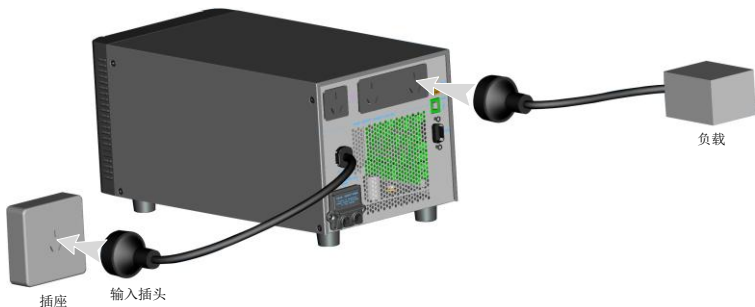

图2-1 输入电缆、负载连接图
● 对于 1kVA UPS，将所有负载插头插入 UPS 后面板输出插座，如图 2-1 所示。
3. 将 UPS 输入电缆插头插入插座，如图 2-1 所示。